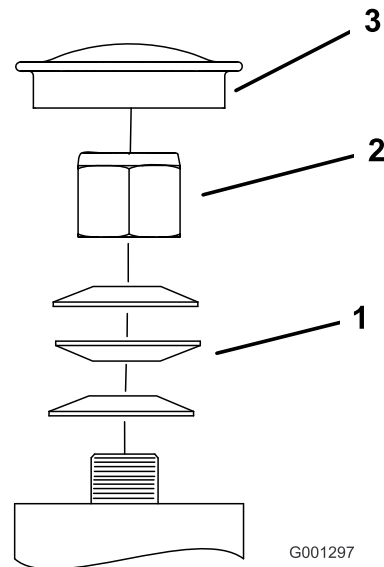

Figura 54
3. Retire el tapón guardapolvo de la rueda giratoria y apriete la contratuerca (Figura 54).
4. Apriete la contratuerca hasta que las arandelas de muelle estén planas, luego afloje  $\frac{1}{4}$  de vuelta para establecer la pre-carga correcta de los cojinetes (Figura 54).
**Importante:** Asegúrese de que las arandelas de muelle están correctamente instaladas, según se muestra en Figura 54.
5. Coloque el tapón anti-polvo (Figura 54).